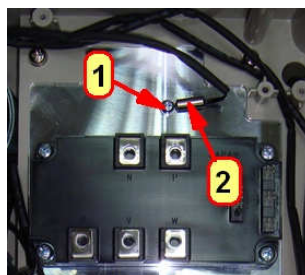

Рис.6.24
6.13.1. Выкрутить винт 1, снять термодатчик 2 (рис.6.24). Положить винт и термодатчик в тару.